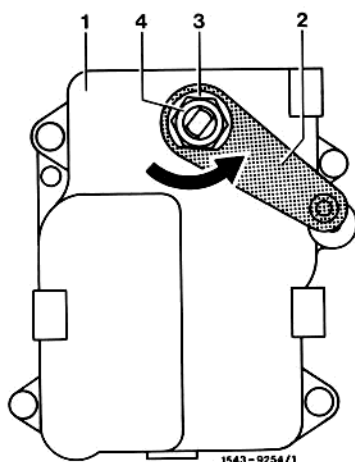

Bild 1
- 5 Abtriebsachse vom Stellglied entgegen der Pfeilrichtung auf Anschlag drehen, Hebel anschrauben und sichern (Bild 1).